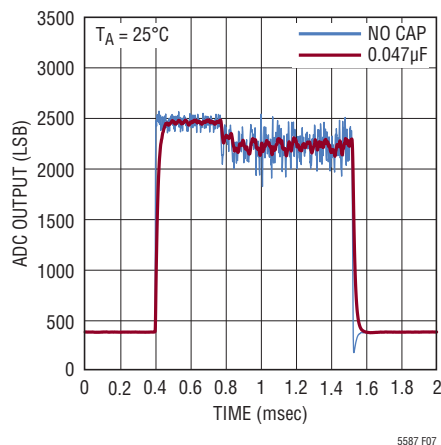

図7. 2.6GHz WiMAX OFDM 802.16-2004の残留リップル
0.047 μ Fの外付けフィルタ・コンデンサを使ってプリアンブルとバースト・リップルを1/3に低減した、2.6GHzのWiMAX信号の過渡応答を図7に示します。プリアンブル部分の平均電力は-10dBmですが、バースト部分の平均電力は3dB低下しています。コンデンサを使用すると、プリアンブル部分のリップルはピーク・トゥ・ピークで約0.5dBになります。使用した変調はOFDM (WiMAX 802.16-2004)のMMDS帯域、帯域幅1.5MHz、256のサイズのFFTおよびQPSK 3/4で1バーストです。